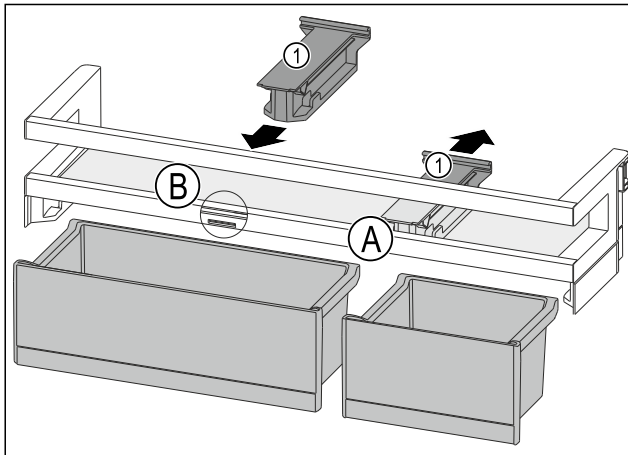

Fig. 97
- Кріпильний елемент Fig. 97 (1) у положенні Fig. 97 (A) витягніть рухом донизу.
- Кріпильний елемент Fig. 97 (1) вставте у положення Fig. 97 (B).